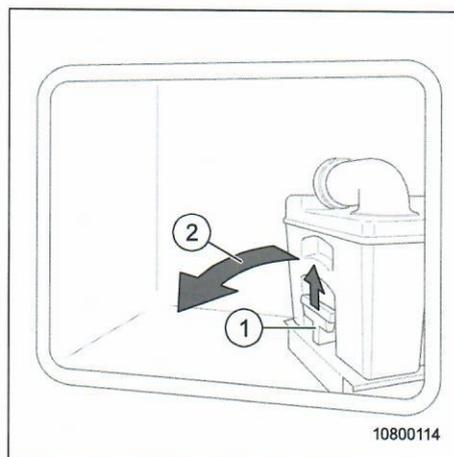

Abb. 32 Kassette entnehmen
2. Griff an Kassette (Abb. 32, Pos 1) zum Entriegeln nach oben ziehen.
3. Kassette nach links schieben und gleichzeitig zur Serviceöffnung drehen (Abb. 32, Pos 2).